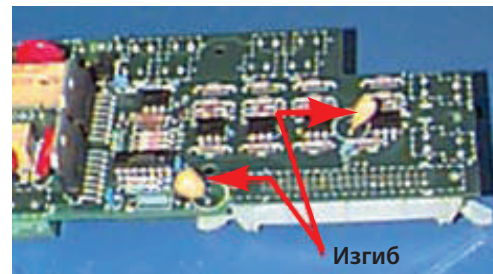

Рис. G-7. Подогнутые конденсаторы на плате ввода/вывода
- Для устройств, установленных в стойку, используйте универсальный кронштейн (упаковка 7). См. рис. G-7.
- Повторно установите плату ввода/вывода. Убедитесь в том, что конденсаторы на нижней части панели ввода вывода подогнуты (см. рис. G-7), чтобы обеспечить необходимое пространство для установки интерфейса LonWorks.